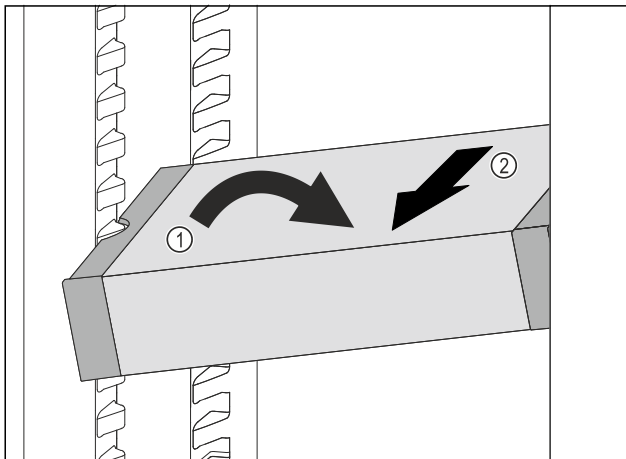

Fig. 41
- ▶ Coloque el VarioSafe inclinado en el compartimento frigorífico. Fig. 41 (1)
- ▶ Extraiga el VarioSafe hacia delante. Fig. 41 (2)